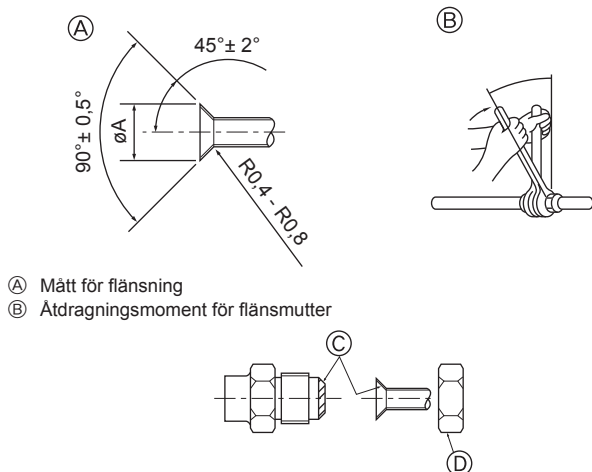

Fig. 4-5
(A) (Fig. 4-5)
(B) (Fig. 4-5)
4.4. Anslutningsrör (Fig. 4-5)